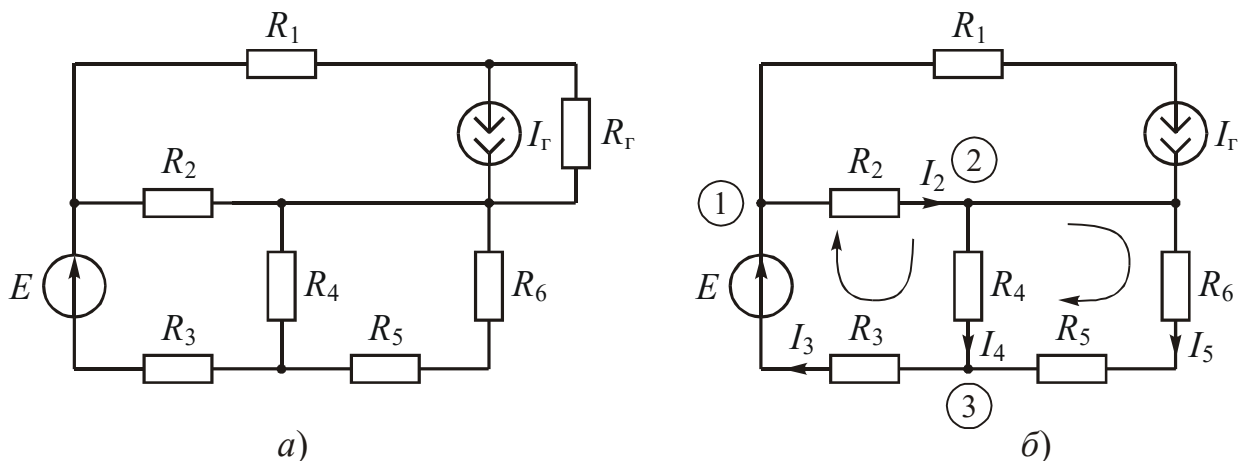
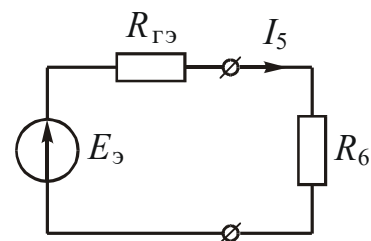
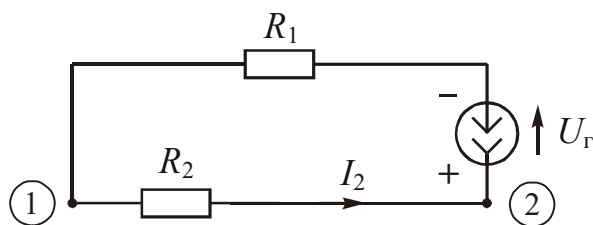

Рис. 3.2
Рис. 3.4
Рис. 3.6
На рис. 3.2, а приведена схема цепи. Значения ее элементов: $E = 10 \text{ В}$, $I_{\Gamma} = 2 \text{ А}$, $R_1 = 1 \text{ Ом}$, $R_2 = 2 \text{ Ом}$, $R_3 = 3 \text{ Ом}$, $R_4 = 4 \text{ Ом}$, $R_5 = 5 \text{ Ом}$, $R_6 = 6 \text{ Ом}$, $R_{\Gamma} = 100 \text{ кОм}$, $R_x = R_6$.
Внутреннее сопротивление источника тока $R_{\Gamma} = 100 \text{ кОм}$ много больше остальных сопротивлений схемы, поэтому оно практически не будет влиять на распределение токов в цепи и им можно пренебречь. Тогда предложенная схема может быть заменена эквивалентной (рис. 3.2, б), более удобной для расчетов.
1.1. Указываем направление токов в схеме на рис. 3.2., б.
1.4 Выбираем $N = 2$ контура в схеме на рис. 3.2, б и направления их обхода для составления уравнений. Учитываем, что в контур нельзя включать ветвь с источником тока, если неизвестно напряжение на его зажимах.
2.1. Заземляем узел 2 в схеме (рис. 3.2, б), т. к. к нему подходит 4 ветви.
где $1/(R_1 + \infty)$ означает, что в ветви с сопротивлением R_1 включен источник тока с внутренним сопротивлением $R_r = \infty$ (рис. 3.2, б).
3.1. Принимаем за основу токи, указанные на рис. 3.2, б, следовательно рассчитываем ток I_5 .
Решить эту задачу удобно с помощью метода эквивалентного генератора. Если всю часть схемы относительно точек подключения сопротивления $R_x = R_6$ (рис. 3.2, б) заменить эквивалентным генератором напряжения, то получим схему, показанную на рис. 3.4. В этой схеме максимальная мощность в сопротивлении R_6 будет выделяться тогда, когда его значение будет равно $R_{ГЭ}$ – внутреннему сопротивлению эквивалентного генератора напряжения, имеющему ЭДС $E_э$. Следовательно, решение задачи будет сводиться к расчету $E_э$ и $R_{ГЭ}$.
На схеме холостого хода указываются токи и направление напряжения U_{xx} . Обычно направление U_{xx} совпадает с направлением тока I_5 в схеме на рис. 3.2, б. Для расчета U_{xx} удобно записать уравнение по закону Кирхгофа: $U_{xx} - R_4 I_4 = 0$, а ток I_4 найти любым известным методом. Например, с помощью уравнений по законам Кирхгофа: $I_Г = I_2 + I_4$; $(R_4 + R_3)I_4 - R_2 I_2 = E$. В результате находим, что $U_{xx} = 6,22$ В. Следовательно $E_э = 6,22$ В.
Максимальная мощность в R_6 в схеме (рис. 3.2, б) будет выделяться тогда, когда $R_6 = R_{ГЭ}$ будет равно 5,22 Ом. Величина этой мощности может быть определена из соотношения, составленного для схемы, изображенной на рис. 3.4:
Исходя из сказанного, баланс мощностей для схемы на рис. 3.2, б определяется выражением
где $U_{Г}$ – напряжение на зажимах источника тока. Напряжение $U_{Г}$ легко найти, если из схемы на рис. 3.2, б выделить контур с элементами $R_1 - R_2 - I_{Г}$ (рис. 3.6) и составить для него уравнение